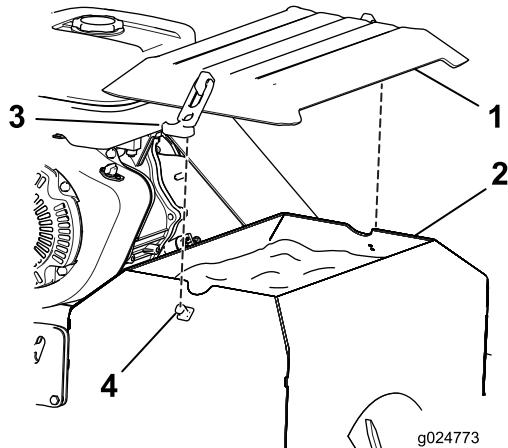

Figura 13
- Para instalar la tapa de las semillas (Figura 13), colóquela sobre la tolva para semillas y sujetela a los enganches en cada lado con los cierres de goma.